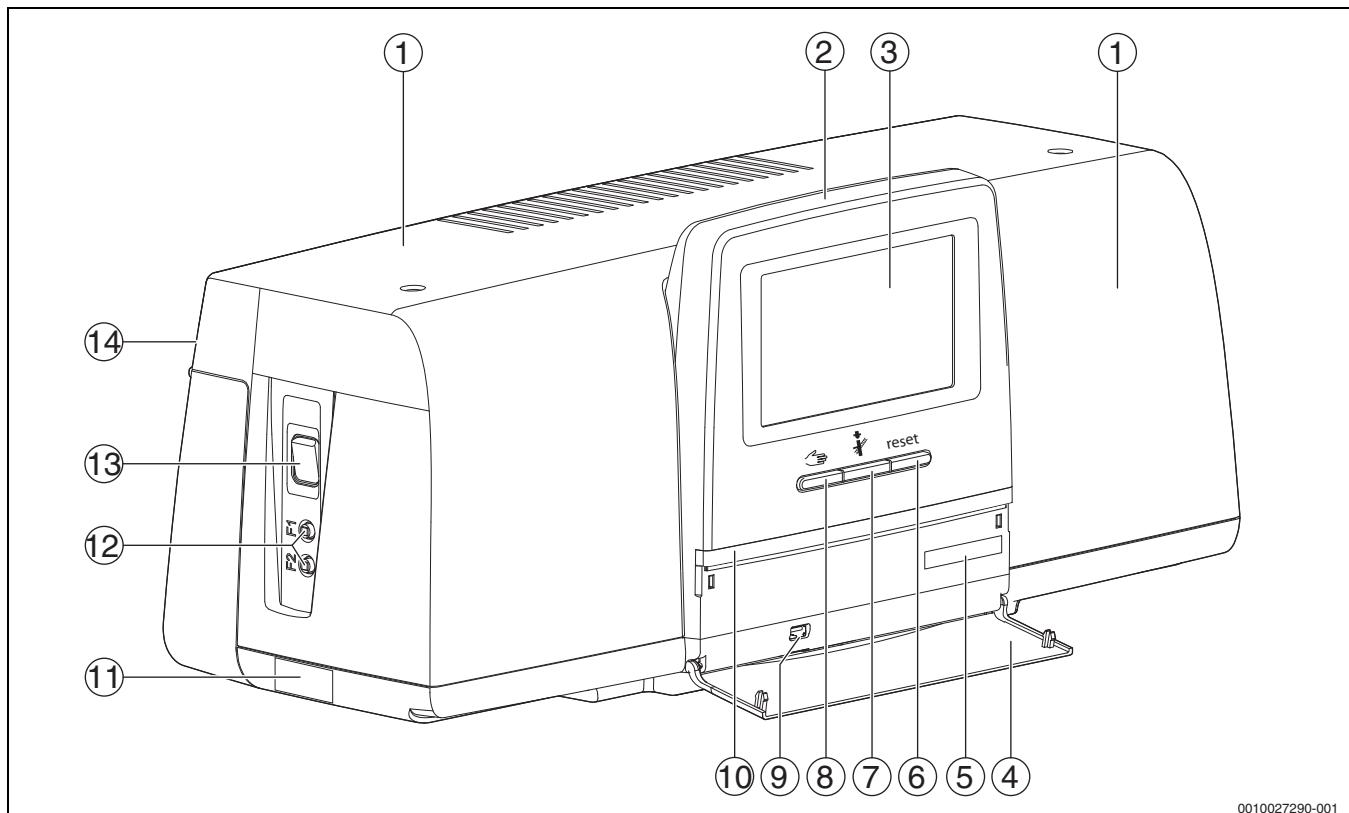
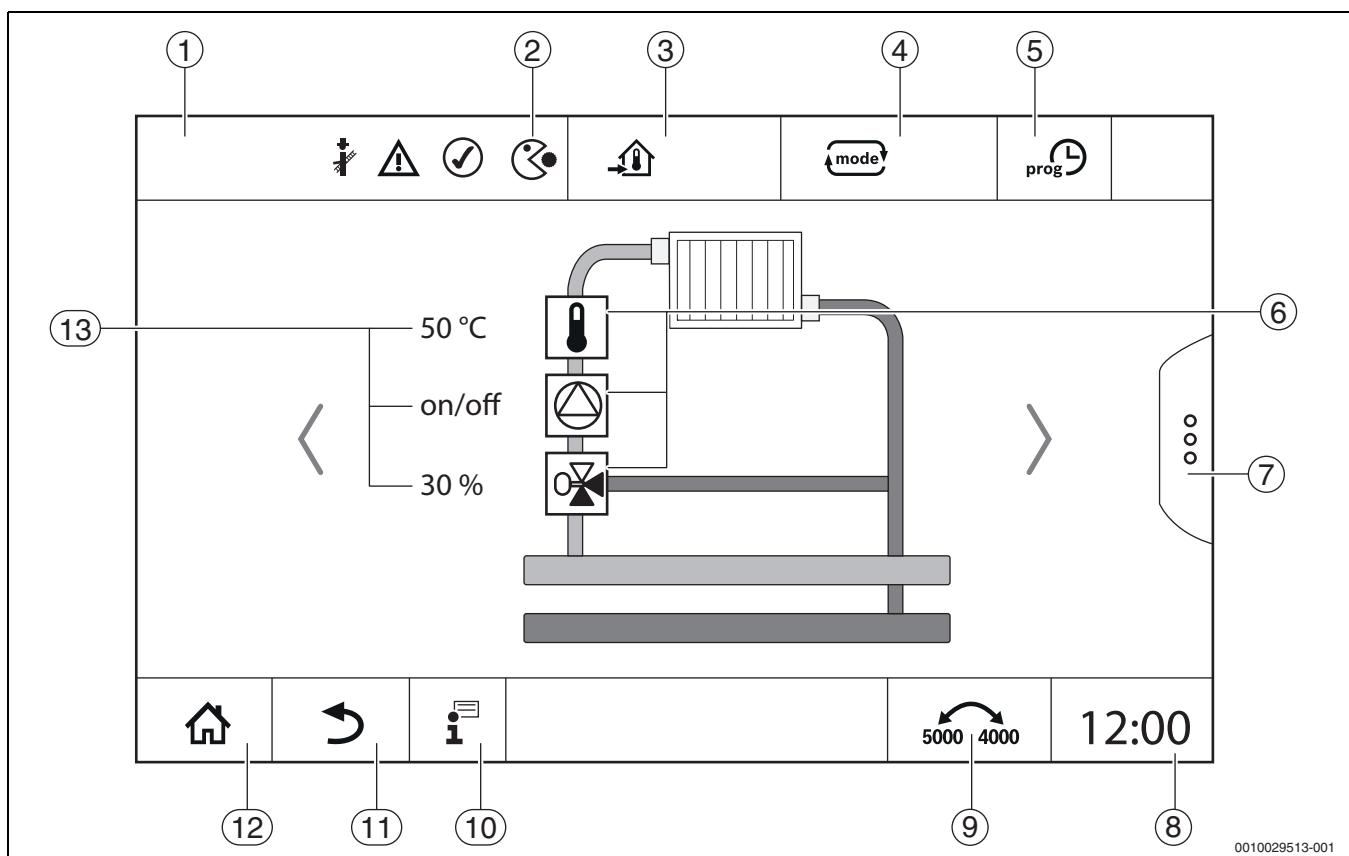

Рис. 1 Обзор системы управления и элементов управления
Рис. 5 Элементы управления и индикации
Состояние установки, функций и компонентов отображается индикатором состояния (→ рис. 5, [2], стр. 10), индикатором состояния компонентов (→ рис. 5, [13], стр. 10) и индикатором состояния LED (→ рис. 1, [10], стр. 6):
- Включите систему управления посредством выключателя (→ рис. 1, [13], стр. 6).
Индикация и управление распределены по нескольким уровням меню. Для перехода на них нужно коснуться соответствующего знака. Некоторые уровни меню доступны только для специалистов. Если в выбранном меню справа или слева отображается стрелка (→ рис. 5, стр. 10), то это значит, что имеются другие пункты меню. На отдельных экранах показаны состояние системы, части системы, функции или компонента системы.